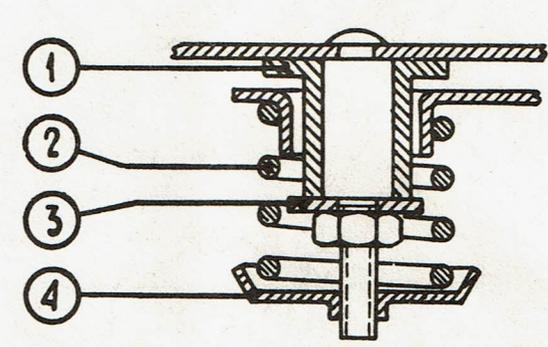

Fig.4
- Fig. 4 Suspension à ressort de la plaque du moteur